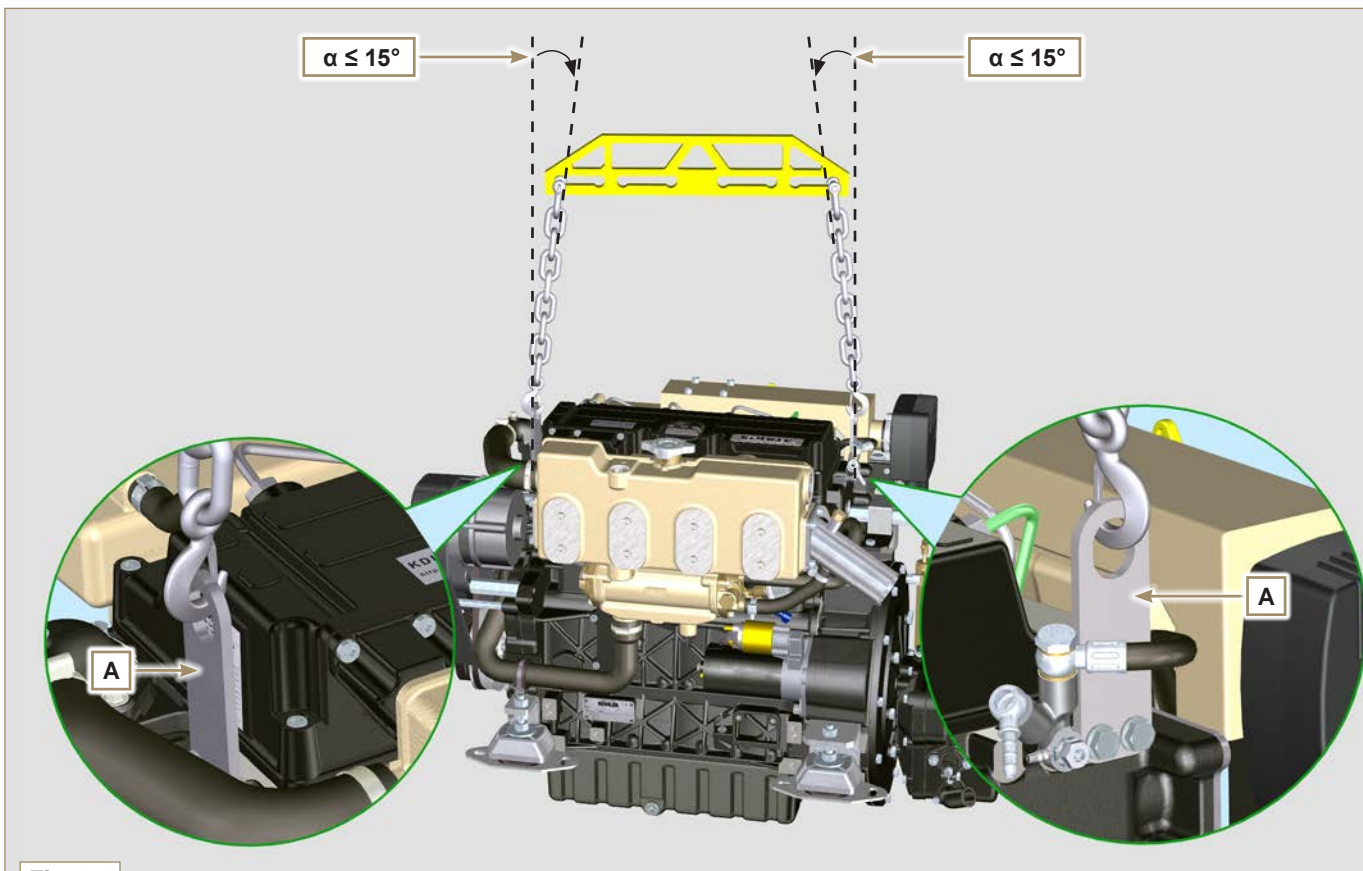

Fig. 3.1
- Per il sollevamento del solo motore utilizzare esclusivamente entrambi i golfari **A** previsti dal **Lombardini Marine (Fig. 3.1)**.